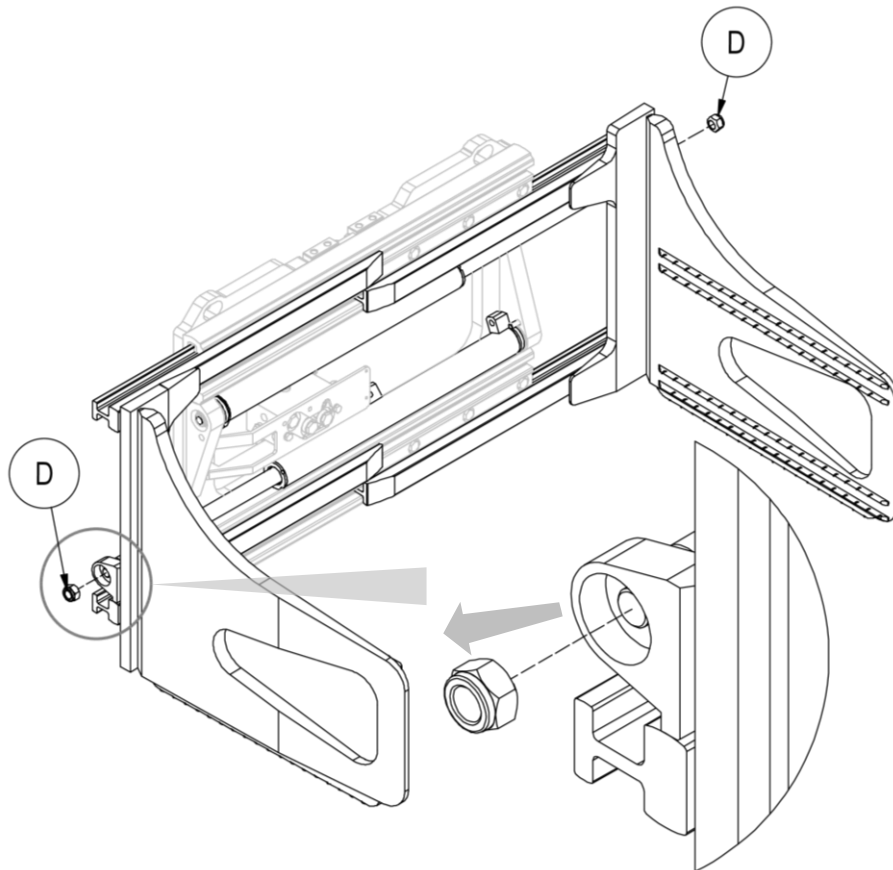

Figura 26
3. Rimuovere i dadi D che vincolano i cilindri alle forcelle (vedi *Figura 26*).